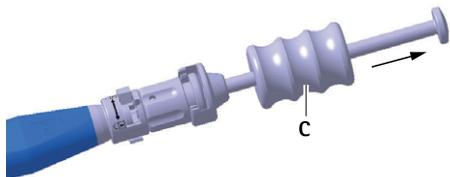

Fig. 6 Estrazione dell'impianto di prova/impianto con il martello
- ▶ Estrarre l'impianto di prova **D** con cautela con il martello **C** dalla cella del disco intervertebrale, vedere Fig. 6.
- ▶ Estrarre l'impianto **a** con cautela con il martello **C** dalla cella del disco intervertebrale, vedere Fig. 6.